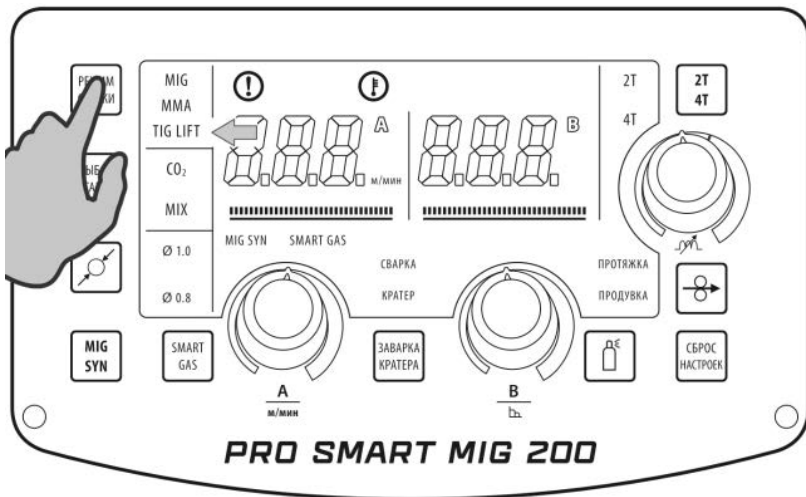

Рис. 8.6.1. Выбор способа сварки.
1. Выберите способ сварки (См. табл. 7.0.1, поз. 2) MIG/MAG на передней панели сварочного аппарата (См. рис. 8.6.1).